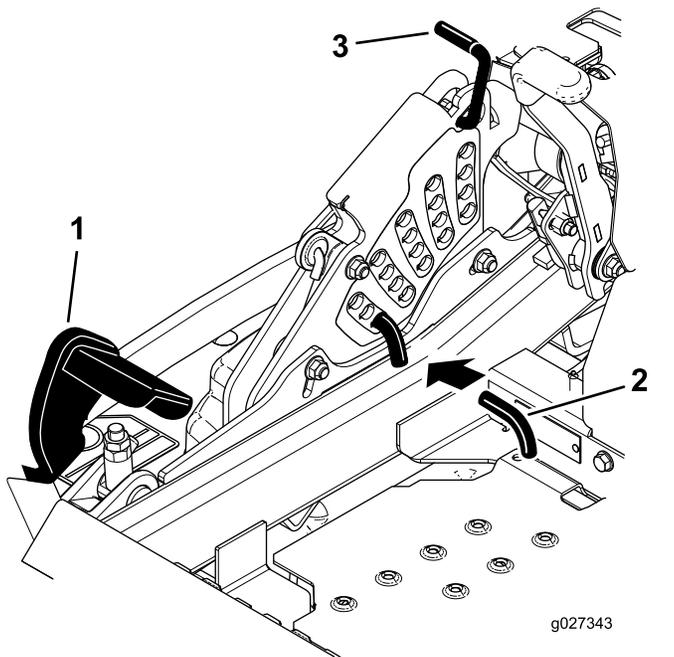

Figure 25
2. Appuyez sur la pédale de relevage du tablier avec le pied et relevez le tablier en position de transport (qui est aussi la position de hauteur de coupe de 140 mm [5½ po]) (Figure 25).
3. Pour changer de hauteur de coupe, retirez la goupille fendue et l'axe de chape du support de hauteur de coupe (Figure 25).
4. Placez la goupille dans le trou du support correspondant à la hauteur de coupe voulue (Figure 25).